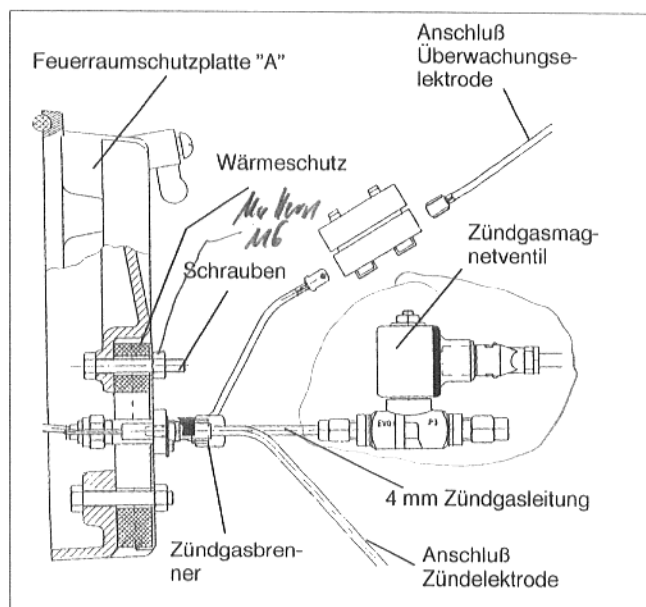

Abb. 4
- Zündgasbrenner (Abkantung nach unten) an der Feuerraumschutzplatte befestigen (Abb. 4)
- Elektrischen Anschluß zwischen Brennersteuerung und Zündgasbrenner nach Schaltplan herstellen (Abb. 4 bzw. 5).